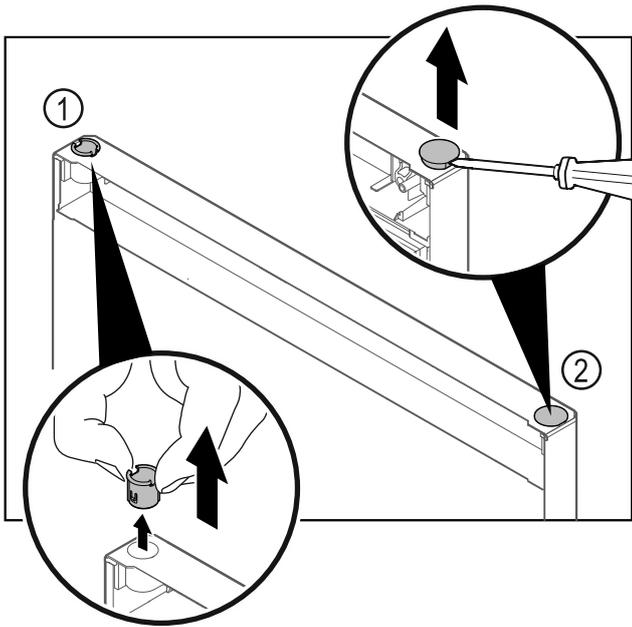

Fig. 35 Porta del vano congelatore
- ▶ Estrarre la boccola cerniera Fig. 35 (1) con le dita.
- ▶ Con un cacciavite a testa a intaglio sollevare con cautela il tappo Fig. 35 (2) ed estrarlo.